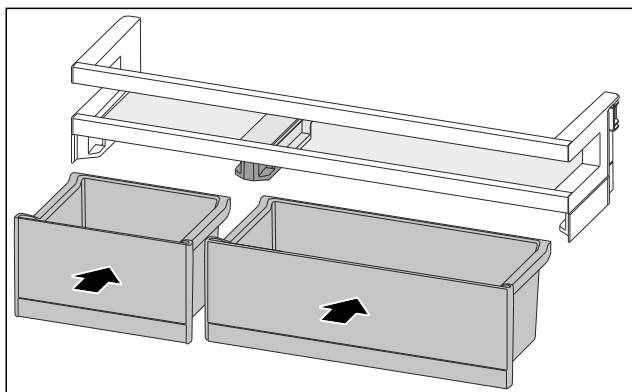

Fig. 117
- ▶ Vstavite bokse VarioBox v obratnem vrstnem redu. (glejte Fig. 117)